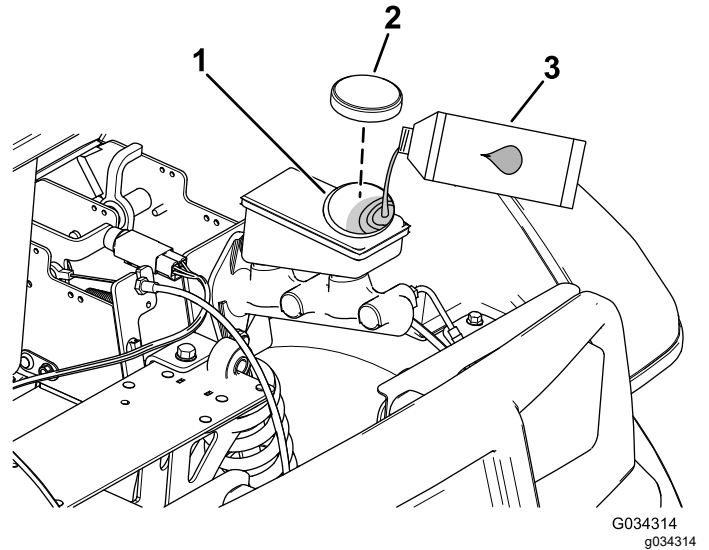

図 60
2. フードを持ち上げてブレーキのマスターシリンダとブレーキ液タンクにアクセスできるようにする 図60。
A. ウェスでタンクのキャップの周囲をきれいに拭いてキャップ外す 図60。
- C. タンクにキャップを取り付ける 図 60。